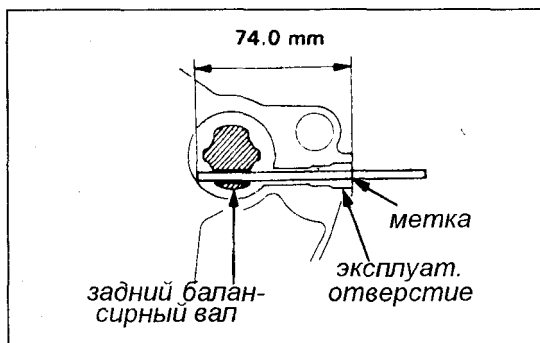
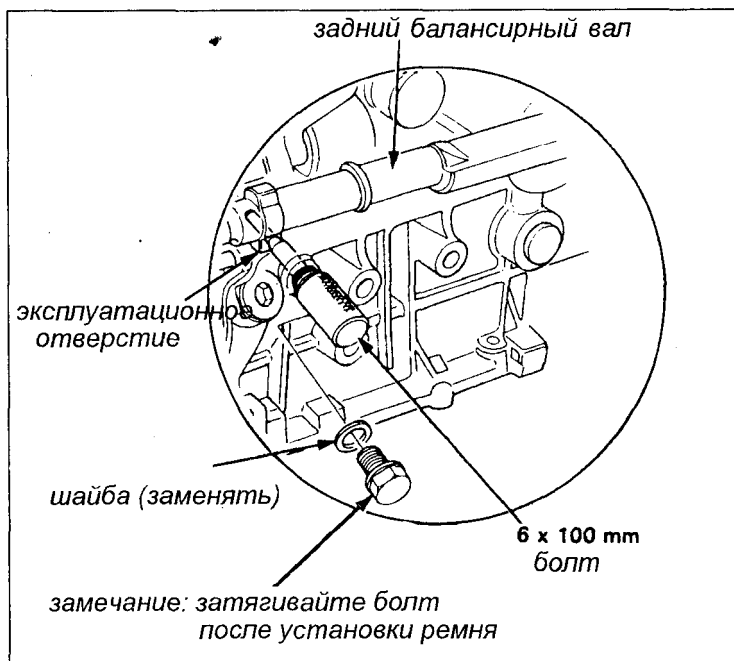

Рис. 3-38.
Рис. 3-37.
23. Выставьте шкив заднего балансирного вала (на "2 часа", если смотреть из центра шкива коленвала), используя 6 x 100 мм болт или стержень (рис. 3-37). Отметьте болт или стержень на расстоянии 74 мм от конца (рис. 3-38). Удалите болт из эксплуатационного отверстия на боковой поверхности блока; вставьте стержень в отверстие. Выставьте отметку 74 мм вровень с плоскостью отверстия. Этот стержень будет удерживать вал на месте во время установки.